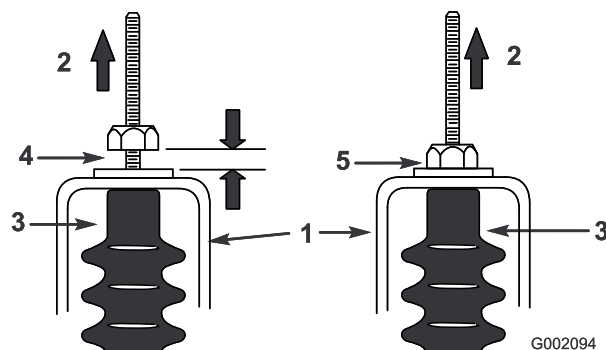

Рисунок 36
5. Потяните вверх каждый трос переключения передач, чтобы убедиться в наличии зазора 0,03-0,06 дюйма между гайкой/шайбой и кронштейном нейтрали (Рисунок 36). Если нет зазора, отрегулируйте гайки, чтобы получить зазор 0,03-0,06 дюйма.